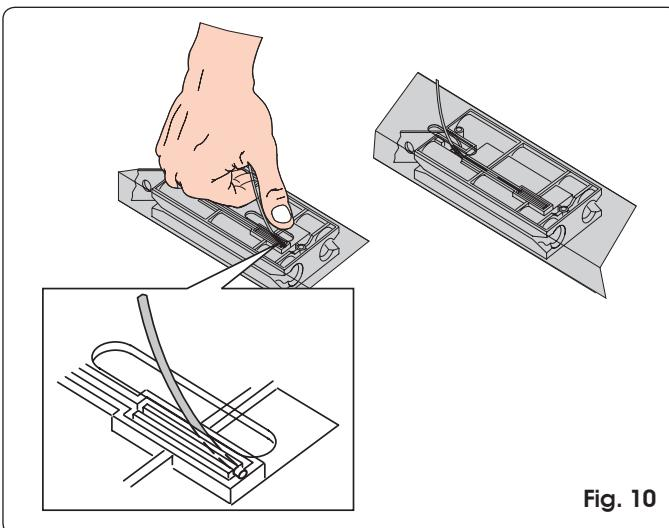

Fig. 10
- 2) Inserire il terminale del cavo nell'apposita sede di colore rosso (Fig. 10).